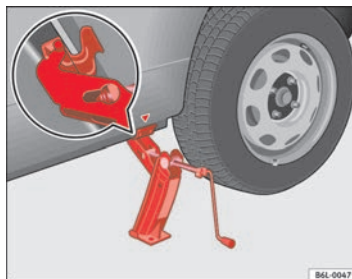

Abb. 134 Wagenheber
- Richten Sie den Wagenheber so aus, dass seine Klaue den Steg des Unterholms umfasst und die bewegliche Grundplatte plan auf dem Boden aufliegt ⇒ Seite 216, Abb. 134.